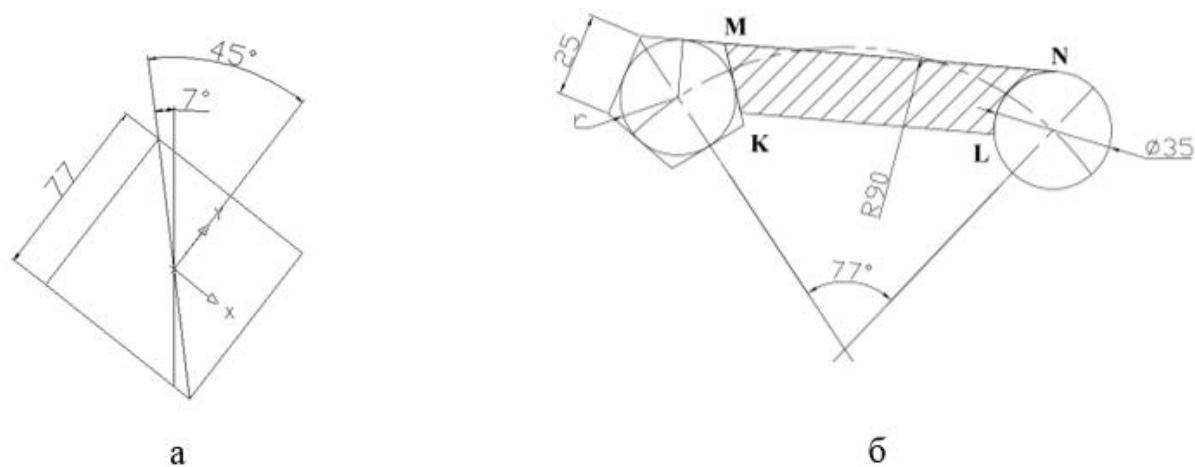

Рис. 143. Изображения для выполнения заданий практической работы № 2 части 2 [17]
8. Построить изображение, представленное на рис. 143 а.
9. Построить изображение, представленное на рис. 143 б.